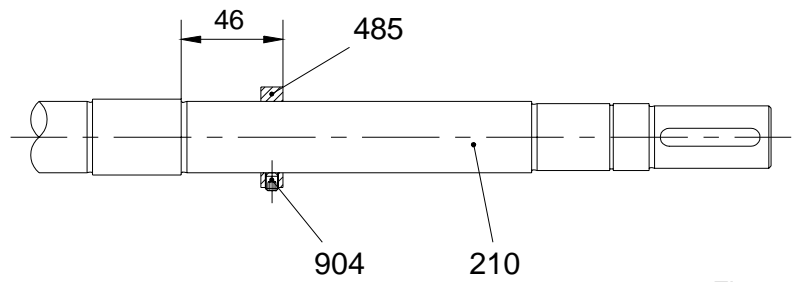

Fig. 20
- 1) Colocar en el eje VDMA 210, por el lado de accionamiento, el anillo de tope del cierre mecánico VDMA 485 colocado a 46 mm del escalón del eje a diámetro 32 mm (ver la fig. 20). Situar el eje vertical con el lado de accionamiento hacia abajo.